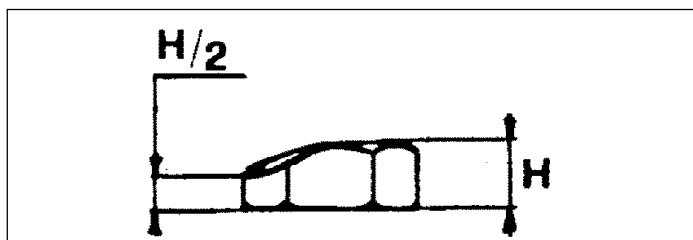

Abb. 24
- Die **Befestigungsmutter** ist verschlissen: Wenn die Höhe der Mutter 1/2 der ursprünglichen Höhe ausmacht (Abb. 24).